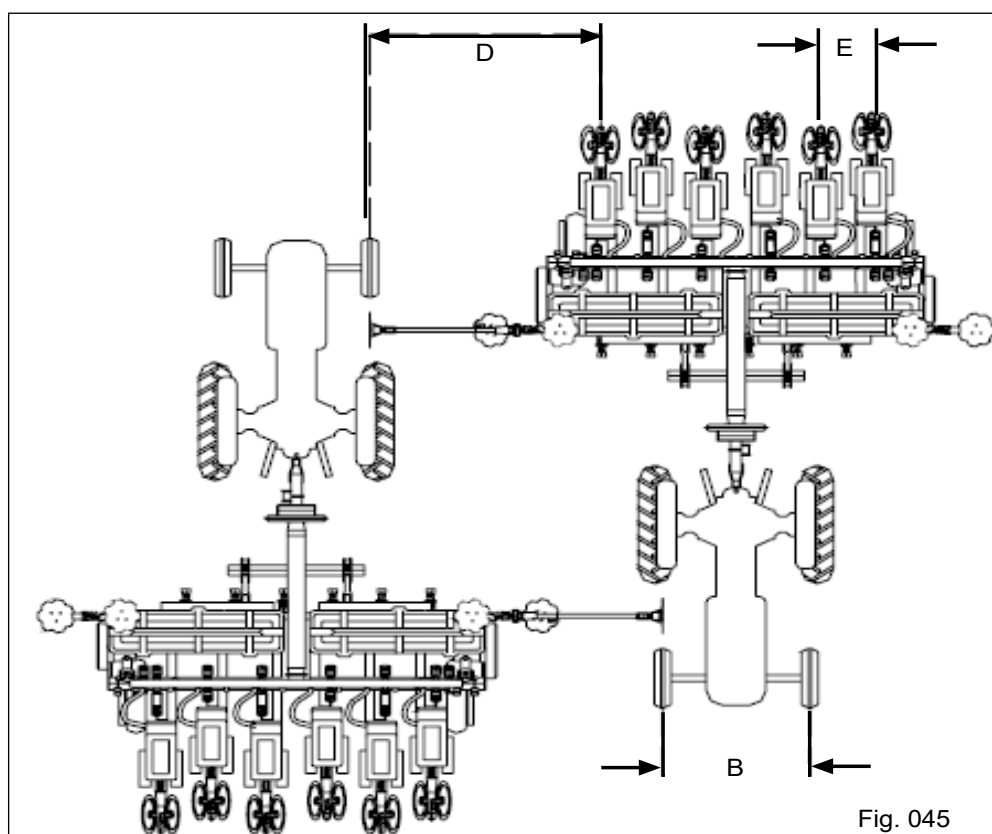

Fig. 045
Para efetuar a regulagem do marcador de linhas, é importante que mantenha na mesma medida a bitola dianteira e traseira do trator "B" e defina o espaçamento entre linhas de plantio "E". (Fig. 045).
b) Para obter a medida "D" caminhe com a plantadora por alguns metros, meça a distância entre o centro do rastro do trator e o centro da primeira linha de semente (Fig. 045).
a) Afrouxe as porcas do grampo de fixação da haste do marcador, a seguir desloque-a até a posição "D" (Fig. 045). Fixe o grampo novamente.